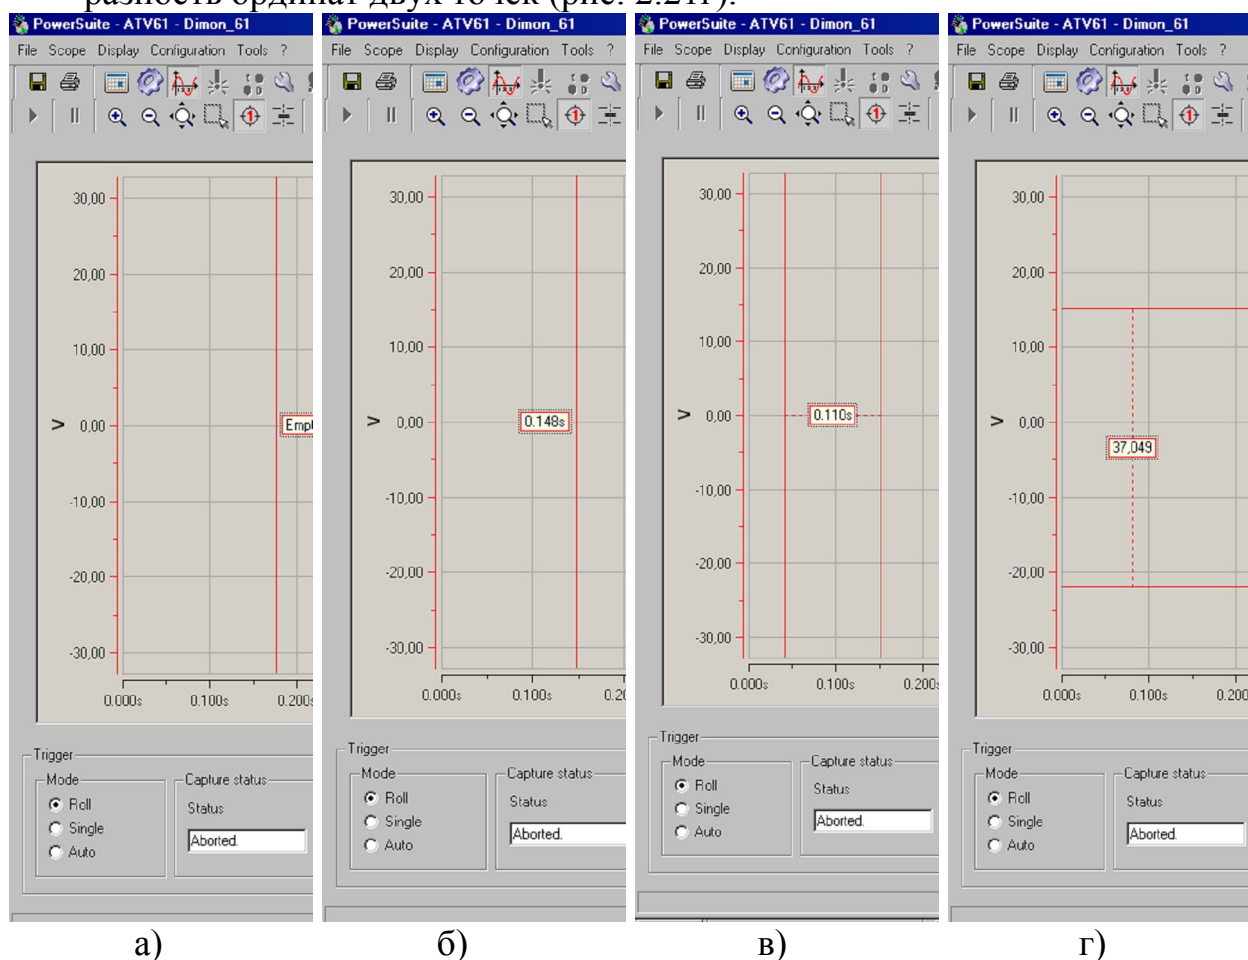

Рис. 2.21 Работа с курсором
- абсциссу точки без вывода значения координаты, в которой расположен курсор (рис. 2.21а);
- абсциссу точки, в которой расположен курсор (рис. 2.21б);
- разность абсцисс двух точек (рис. 2.21в);
- разность ординат двух точек (рис. 2.21г).